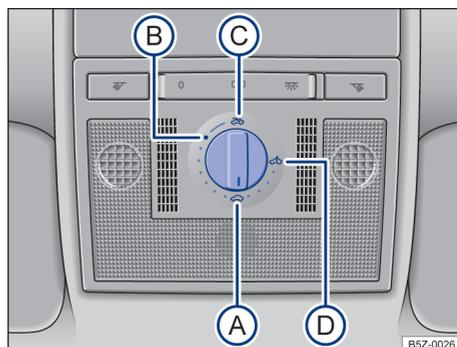

Fig. 58 No revestimento do teto: interruptor rotativo do teto solar. ▶
Girar o interruptor rotativo → Fig. 58 para a posição desejada para regular as seguintes posições do teto solar:
- Girar o interruptor rotativo para a posição → Fig. 58 (A) e puxar para baixo na área posterior, até que o teto solar esteja completamente fechado.